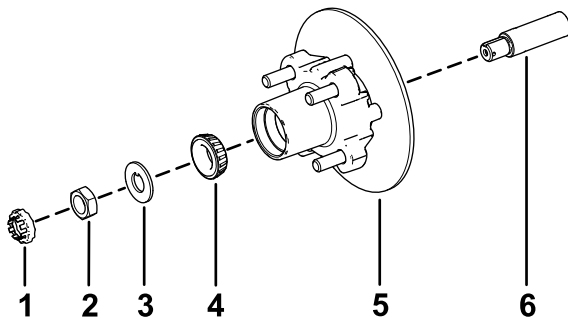

Bild 42
1. Fetten Sie die Spindel leicht mit der angegebenen Fettsorte ein (Bild 42).
2. Montieren Sie die Radnabe und den Drehzylinder an der Spindel mit dem Drehzylinder innen (Bild 42).
3. Montieren Sie das Außenlager an der Spindel und setzen das Lager auf den äußeren Lagerring (Bild 42).
4. Legen Sie die Nasenscheibe auf die Spindel (Bild 42).
5. Schrauben Sie die Spindelmutter auf die Spindel und ziehen Sie die Mutter auf ein Drehmoment von 15 N·m an, während Sie die Radnabe drehen um das Lager zu fixieren (Bild 42).
2. Fluchten Sie die Bremsbeläge mit jeder Seite des Drehzylinders (Bild 38) und die Löcher in der Bremsbackenhalterung mit den Löchern im Bremsenhalter des Spindelrahmens aus (Bild 42).